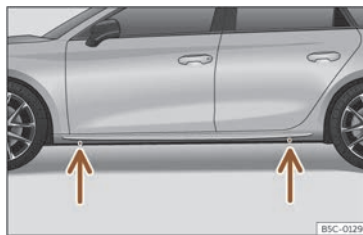

Fig. 234 Points de prise du cric.
- Recherchez sur le bas de caisse la marque du point d'appui du cric (zone renforcée) le plus proche de la roue à changer >>> **fig. 234.**